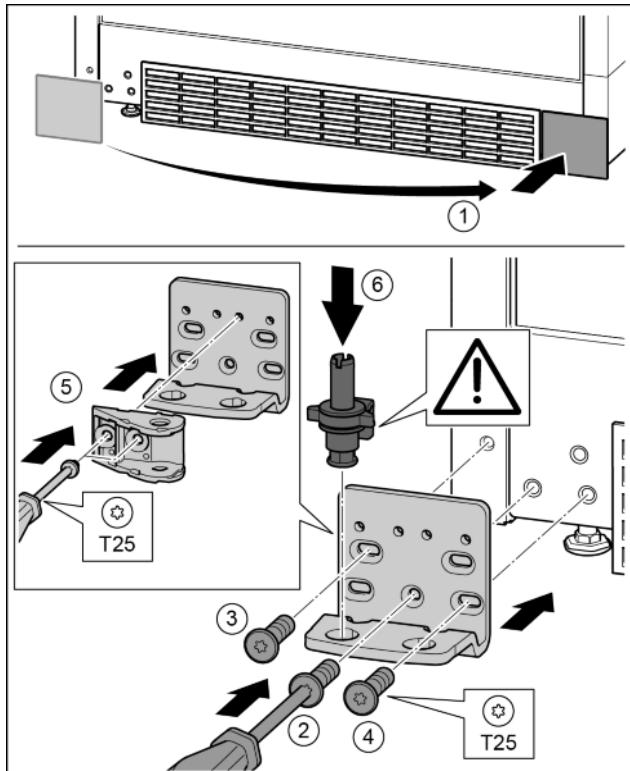

Fig. 36
- ▶ Свалете капака и го поставете от другата страна. Fig. 36 (1)
- ▶ Поставете лагерната стойка от другата страна и я завийте с помощта на отвертка T25. Започнете с винт 2 долу в средата. Fig. 36 (2)
- ▶ Затегнете винт 3 и 4. Fig. 36 (3, 4)
- ▶ Завъртете съединението на затварящия демпфер на 180°. От другата страна на лагерната стойка завийте с отвертка T25. Fig. 36 (5)
- ▶ Вкарайте изцяло лагерния болт. При това обърнете внимание на това, фиксиращата гърбица да сочи назад. Fig. 36 (6)